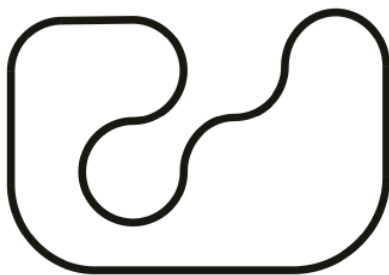

Рис.3.
6. Для трассы, представленной на рис.3 оптимальным законом управления для мобильного скоростного робота будет _____ регулятор